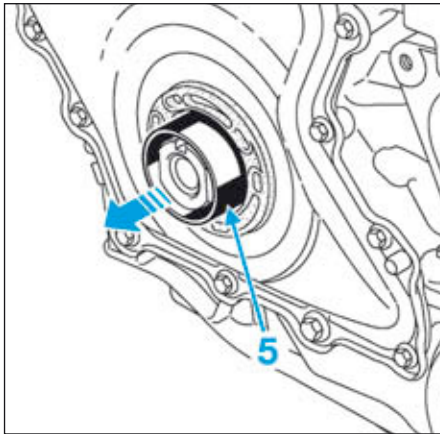

FIG.61
- Aligner les crans du joint sur les encoches (4) du carter de distribution.
- Déposer le protecteur (5) de montage du joint d'étanchéité de vilebrequin (Fig.61).